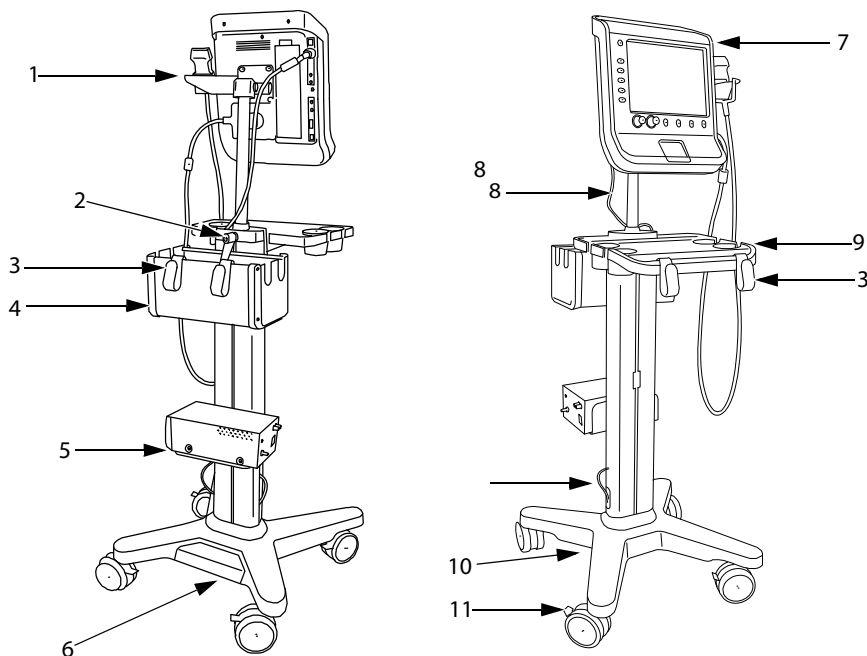

Figure 1 Station V-Universal : Vues arrière et avant (représentées avec l'échographe S Series et l'imprimante, le panier et le plateau facultatifs)
- ❖ Connecter les cordons suivants. Voir la section **Figure 1**, page 3.